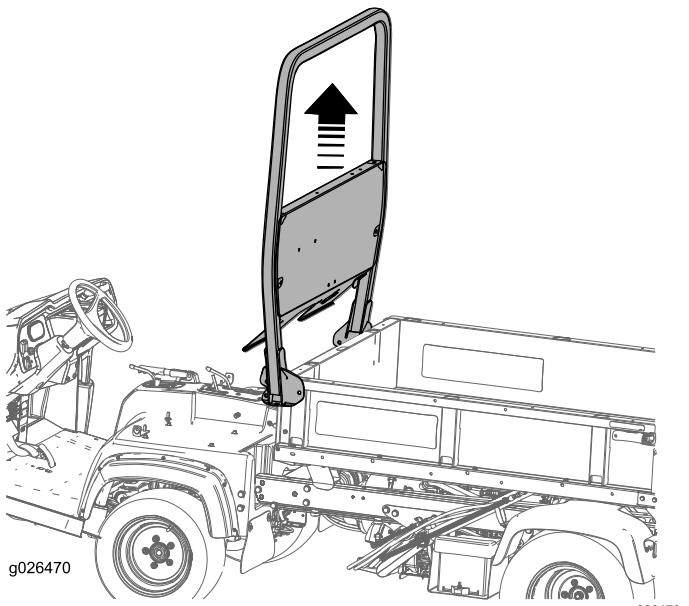
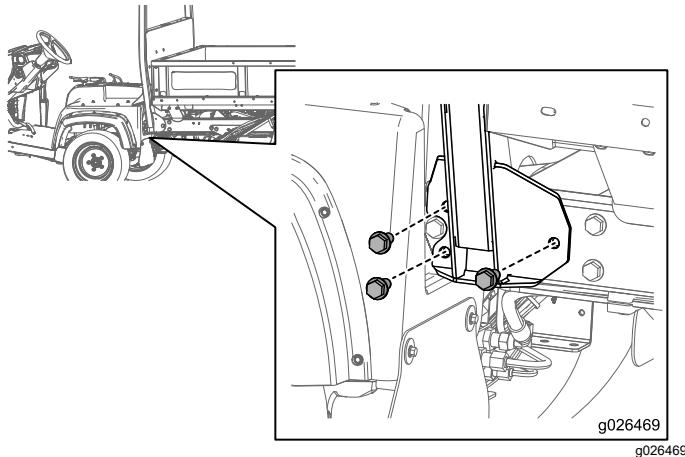

Figura 10
Figura 9
1. Retire los 6 pernos que sujetan el ROPS al chasis de la máquina, según se muestra en la Figura 9 y la Figura 10.